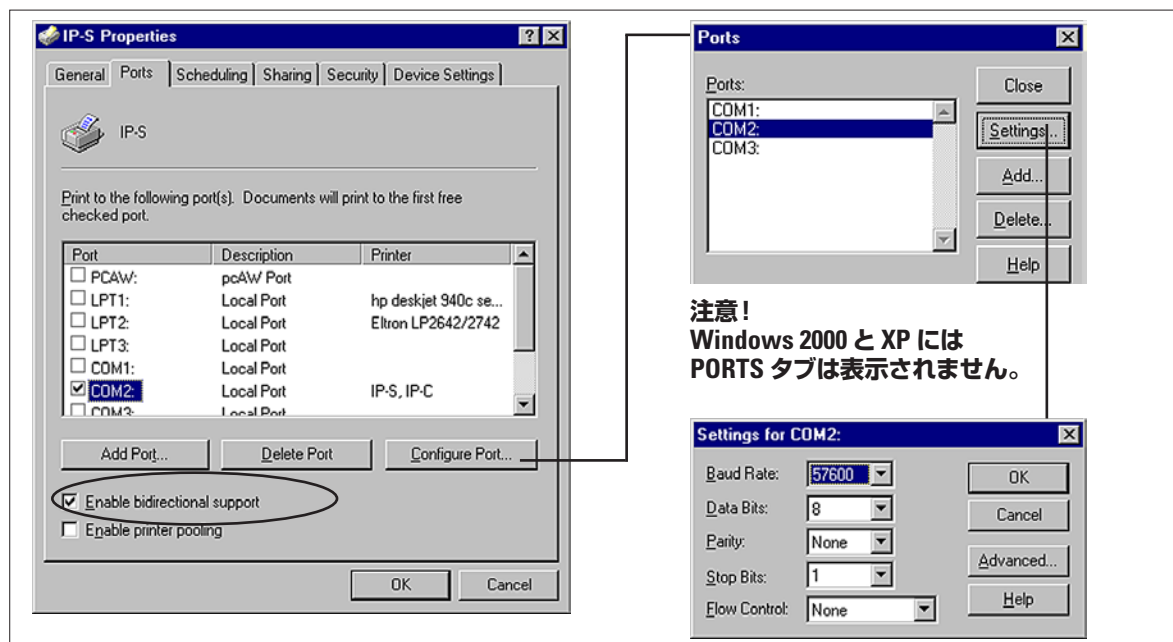

図 46
5. **CONFIGURE PORT...** をクリックすると、PORTS ダイアログボックスが開きます。該当するポートを選択し、**SETTINGS...** をクリックします。**SETTINGS FOR...** ダイアログボックスが開きます。**BAUD RATE** を 57600 に設定します。図 46 に示したように、その他の設定はそのままにしておきます。